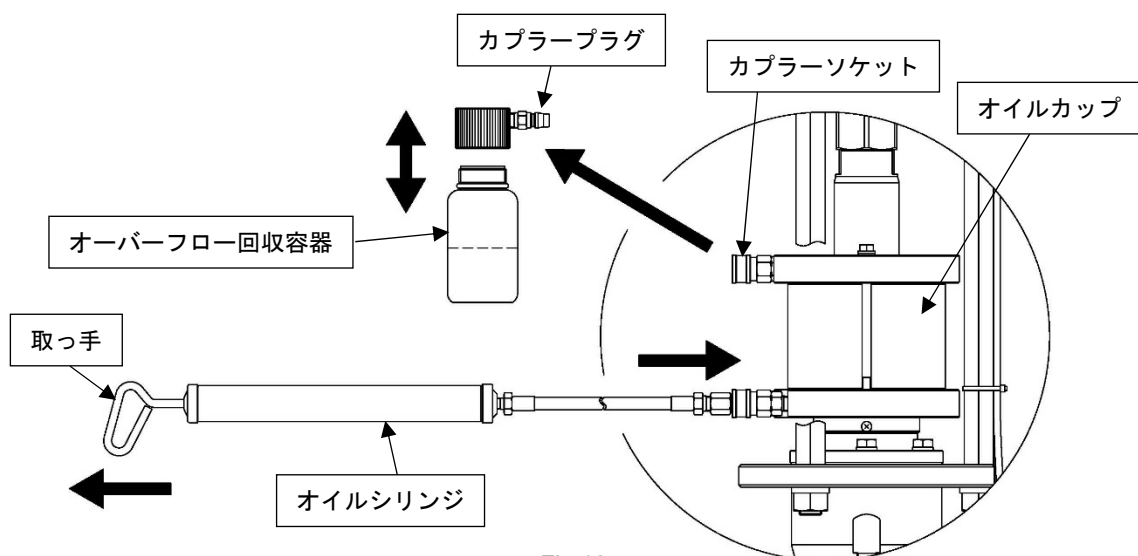

Fig.12
- 1) オーバーフロー回収容器にオイルが流れ込んでいる場合は、容器をカプラーソケットから取外し、適当な廃油容器にオイルを捨ててください。(Fig.12)
- 2) 専用オイルシリンジ OS-200W (別売、品番 853442) の取っ手を押込んでから、先端ホースをオイルカップの下側カプラーソケットに接続し、下記の要領でカップ内のオイルを空にしてください。(Fig.12)